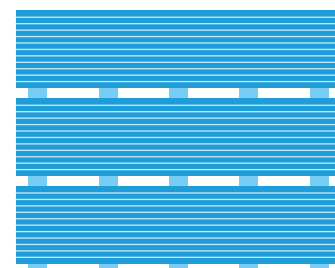

Figura 1: apilado de estibas
- La presentación de las placas de yeso Plaka ST es en atados de 2 placas encontradas sujetas por los bordes cortos con una cinta protectora que los mantiene unidos durante su transportación y almacenamiento. Las estibas no deberán exceder los 30 atados o 60 placas con soportes a cada 61 cm. a centros, se recomienda apilar máximo 7 estibas para no maltratar el núcleo de yeso por peso (ver figura 1).